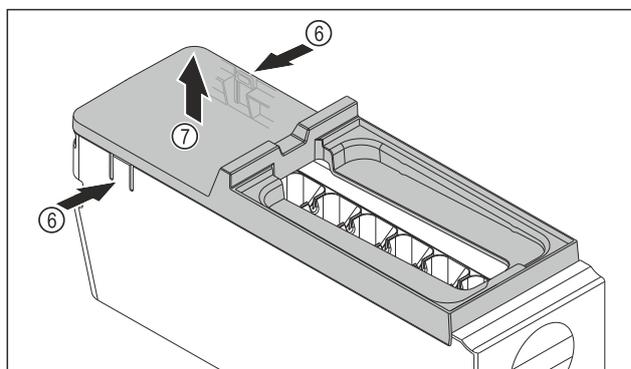

Fig. 97
- ▶ 取出 EasyTwist-Ice 机身的盖板：用一只手按压 EasyTwist-Ice 机身两侧的接片 Fig. 97 (6)。
- ▶ 用另一只手朝上取出盖板 Fig. 97 (7)。